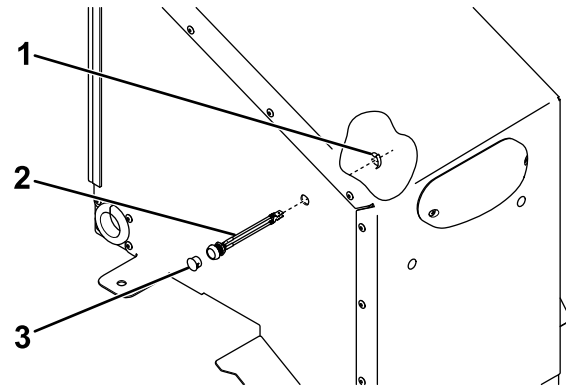

Bild 5
12. Entfernen und entsorgen Sie den Stopfen des Entladeschalters an der hinteren Abdeckung (**Bild 5**).
13. Setzen Sie die Lichtbaugruppe durch die Bohrung ein und befestigen Sie diese mit dem Halteclip (**Bild 5**).